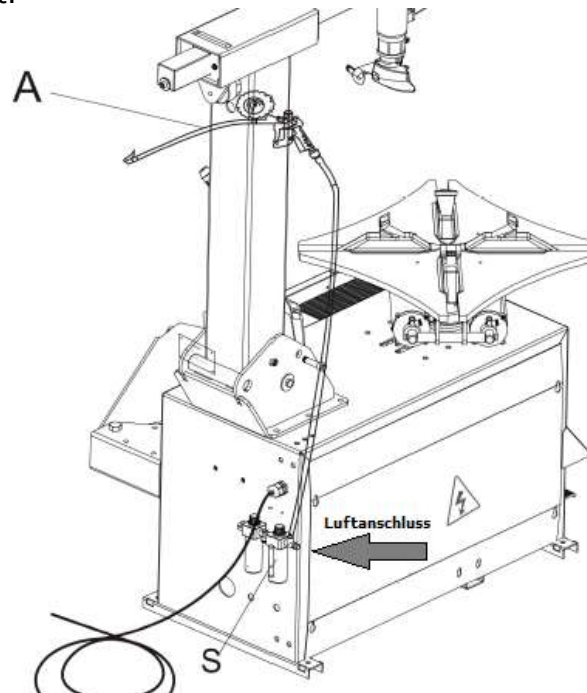

Abb. 12
- Verbinden Sie den Reifenfüller A mit der Kupplung am oberen Teil des Luftfilters S (Abb. 12).